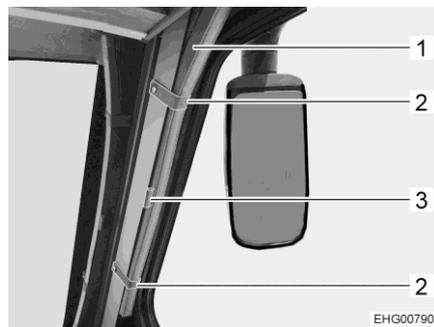

Fig. 40 Estor plegable (ventana lateral)
Abrir y cerrar: ■ Sujetar el estor plegable (Fig. 40,1) por la oreja de fijación (Fig. 40,3) y deslizarlo hacia la izquierda o hacia la derecha.
■ Fijar cada una de las 2 orejas de fijación (Fig. 40,2) con un botón de presión.